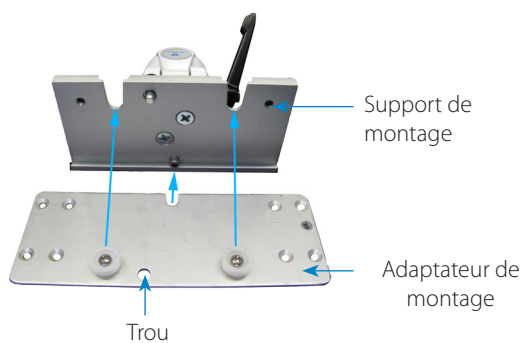

Figure 1
2. Soulevez le moniteur et glissez l'adaptateur de montage sur le support de montage. Ajustez le moniteur jusqu'à ce que le trou de l'adaptateur de montage soit aligné avec le bouton-poussoir (**Figure 1**). Lorsque le trou et le bouton-poussoir sont parfaitement alignés, le bouton-poussoir s'enclenche automatiquement. Si le bouton-poussoir ne s'enclenche pas automatiquement, vous pouvez le bloquer manuellement en le tournant. Resserrez solidement et manuellement les vis de serrage (**Figure 2**).